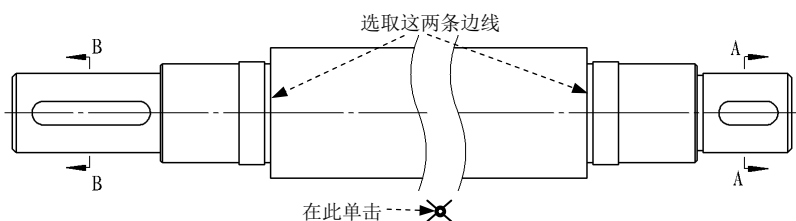

图 6.15.6 选取标注尺寸的边线
(1) 选择下拉菜单 **工具(T)** → **尺寸(S)** → **智能尺寸(S)** 命令，系统弹出“尺寸”对话框。
(2) 选取要标注的边线。选取图 6.15.6 所示的两边线。
(3) 放置尺寸。在图 6.15.6 所示位置单击放置尺寸。